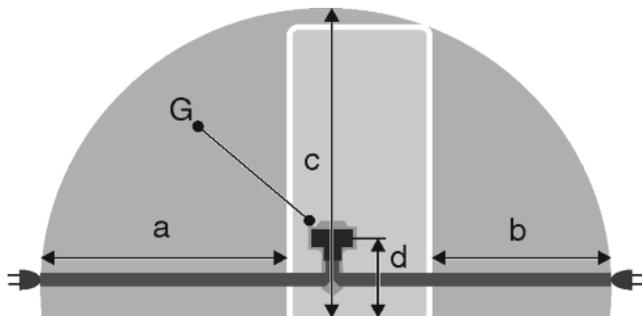

Fig. 48
- La prise de courant est en dehors de la zone postérieure de l'appareil dans la zone concernée. Fig. 48 (a, b, c)
- Introduire la la fiche de l'appareil Fig. 48 (G) au dos de l'appareil. Veiller à ce qu'elle s'introduise correctement.